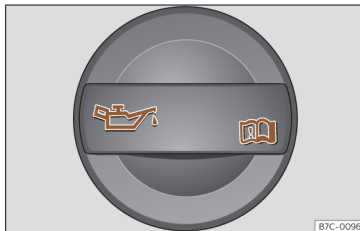

Fig. 198 Tampão do bocal de enchimento do óleo do motor no compartimento do motor.
- Desenroskar o tampão do bocal de enchimento de óleo do motor»» Fig. 198.